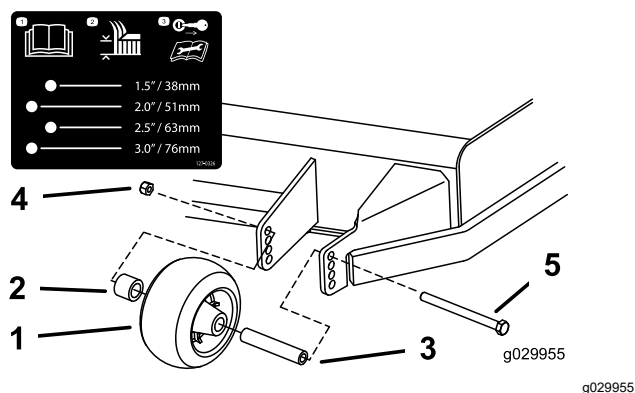

Рисунок 39
- Отрегулируйте защитные валики, как показано на Рисунок 39.